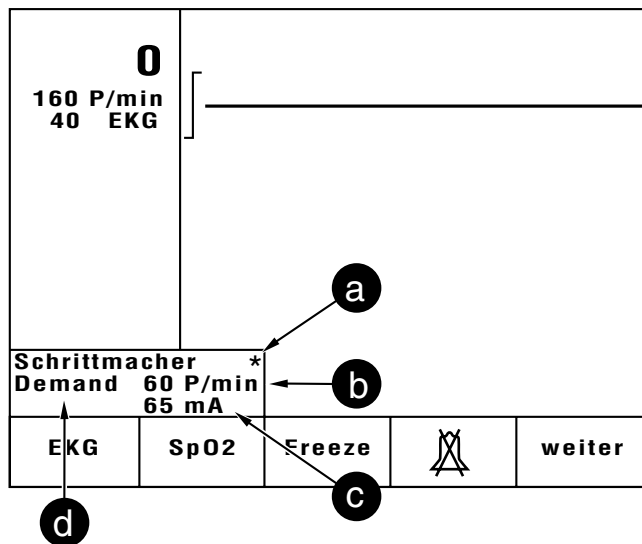

Bild 10-6. Anzeige bei eingeschaltetem Schrittmacher
- \* Erhöhen Sie die Impulsfrequenz mit der Taste so lange, bis das Sternsymbol (a, Bild 10-6) gerade zu blinken beginnt: Die Impulsfrequenz hat jetzt die Eigenfrequenz erreicht oder geringfügig überschritten.